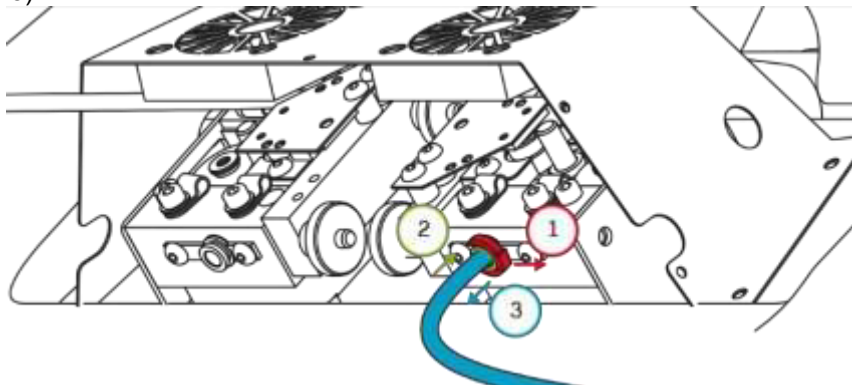

Рис. 67 Вытягивание боуден-трубок из обоих экструдеров
3. Извлечь боуден-трубки из обоих экструдеров (рис. 67). Для этого:
- извлечь цанговый зажим (рис. 67, шаг 1),
- нажав и удерживая защитное кольцо в нажатом состоянии (рис. 67, шаг 2) вытянуть боуден-трубку (рис. 67, шаг 3).